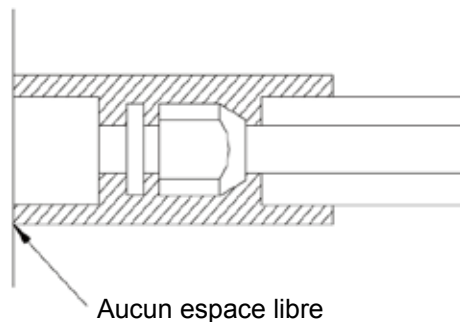

Fig. 18
- (1). Le tuyau du réfrigérant doit être isolé avec du matériel d'isolation et du ruban plastique afin d'empêcher la condensation et les fuites d'eau.
- (2). Les raccords de l'unité intérieure doivent être enveloppés avec du matériel isolant et aucun espace libre n'est permis sur le raccord de l'unité intérieure, comme montré à la Fig. 18.